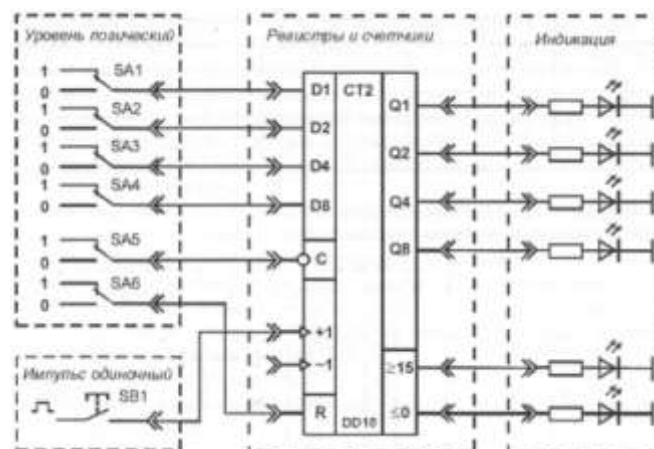

Рисунок 18 - Схема для исследования двоичного счетчика при подаче одиночных импульсов.
1. Проверить таблицу истинности для двоичного счетчика DD10 и определить, исправен ли он. Для этого собрать схему (рис. 18), подключив выходы гнезд «Уровень логический» к соответствующим входам R, D1-D8 и C. Подключить источник сигнала «Импульс одиночный», формирующий одиночные импульсы с положительной полярностью, к входу +1. Выходы счетчика подключить к светодиодам на поле «Индикация». Включить тумблер «Сеть». Задавать по очереди все комбинации, описанные выше, результаты занести в таблицу. Сравнить с таблицей истинности счетчика (табл. 25). Состояния выходных разрядов счетчика (Q1, Q2, Q4, Q8) определять по свечению светодиодов. Обратите внимание, на каком фронте синхроимпульса «С» происходит переключение счетчика. Переключить выход источника «Импульс одиночный» ко входу -1. Проверить правильность работы. Перейти в режим предустановки, проверить правильность работы. Затем продолжить работу в счетном режиме. Задать на входе R тумблером сигнал «1». Повторить опыты, проведенные ранее. Оцените результат. Соответствует ли он таблице истинности? Выключить тумблер «Сеть». Сравнив результаты с таблицей 25 определить, исправен ли счетчик.